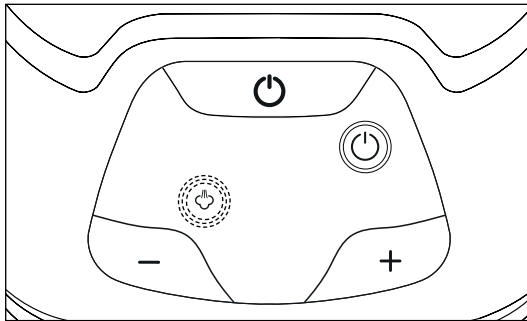

Fig. 6
- 2) Premere il tasto On/Off **13** per accendere l'apparecchio. La spia di controllo On/Off **14** si accende con luce blu e la spia di controllo del vapore **basso** **16** lampeggia con luce blu (vedere fig. 6).